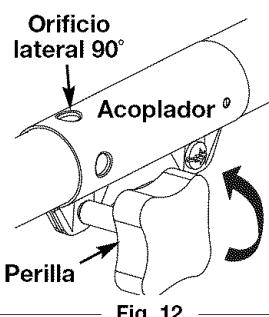
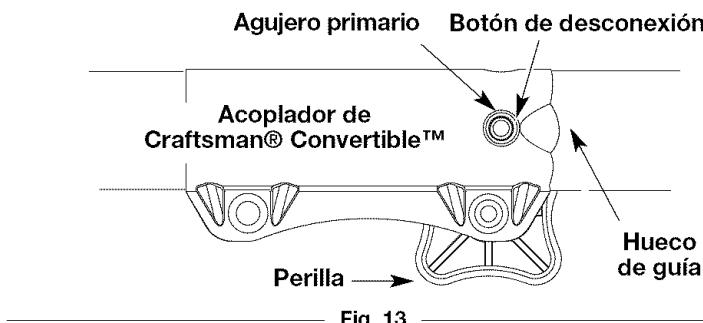

Fig. 12
Fig. 13
2. Gire la perilla en sentido antihorario para aflojarla (Fig. 12).
3. Oprima y sostenga el botón de desconexión (Fig. 13) y gírela con firmeza 90° en cualquier dirección (según el modo en que quiere recortar el borde) (Fig. 12).
4. Gire la perilla en sentido horario para ajustarla (Fig. 13).